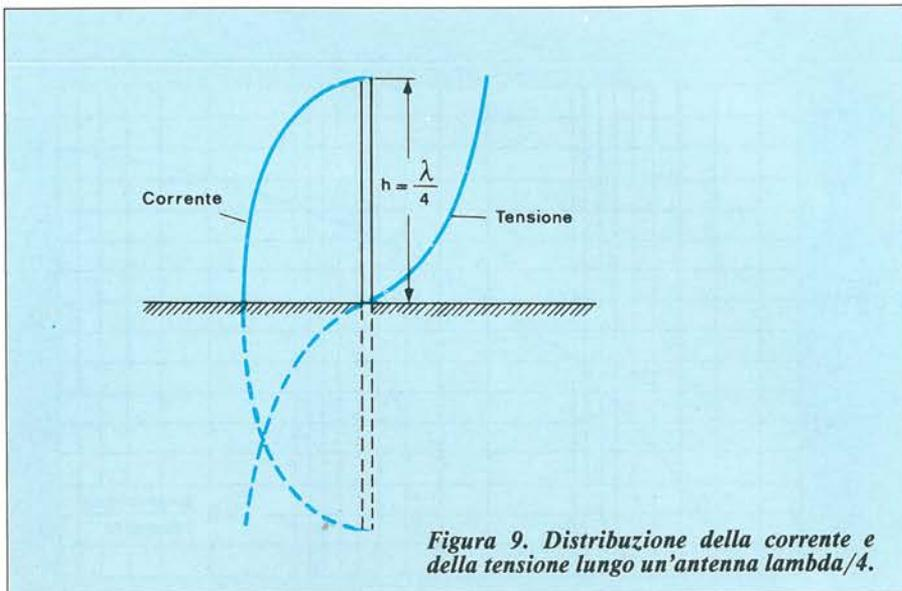

Figura 9. Distribuzione della corrente e della tensione lungo un’antenna  $\lambda/4$ .
**Il radiatore  $\lambda/4$ .** La più semplice delle antenne è un radiatore di lunghezza  $\lambda/4$ , con il conduttore disposto verticalmente al di sopra di una superficie di massa formata da un’ampia piastra conduttrice. Quest’ultima condizione è necessaria perché il piano di massa possa funzionare come uno specchio, completando il dipolo con la sua metà inferiore di lunghezza  $\lambda/4$ , per effetto della riflessione. La Figura 9 illustra la costruzione pratica di una tale antenna, con i relativi diagrammi della corrente e della tensione. Lo stilo a quarto d’onda rappresenta un’ottima antenna, se fosse possibile rendere molto elevata la conduttività del terreno, ma questo compito può risultare difficile alle normali condizioni del suolo. A questo riguardo, si comporta meglio il tetto di un’autovettura (Figura 10). Per le autoradio, l’antenna è nella maggior parte dei casi uno stilo verticale di lunghezza  $\lambda/4$ , montato sul tetto. la Figura 11 mostra il diagramma di irradiazione verticale di uno stilo a quarto d’onda. Questo stilo ha una bassa impedenza al piede, compresa tra 36 e 40 ohm.